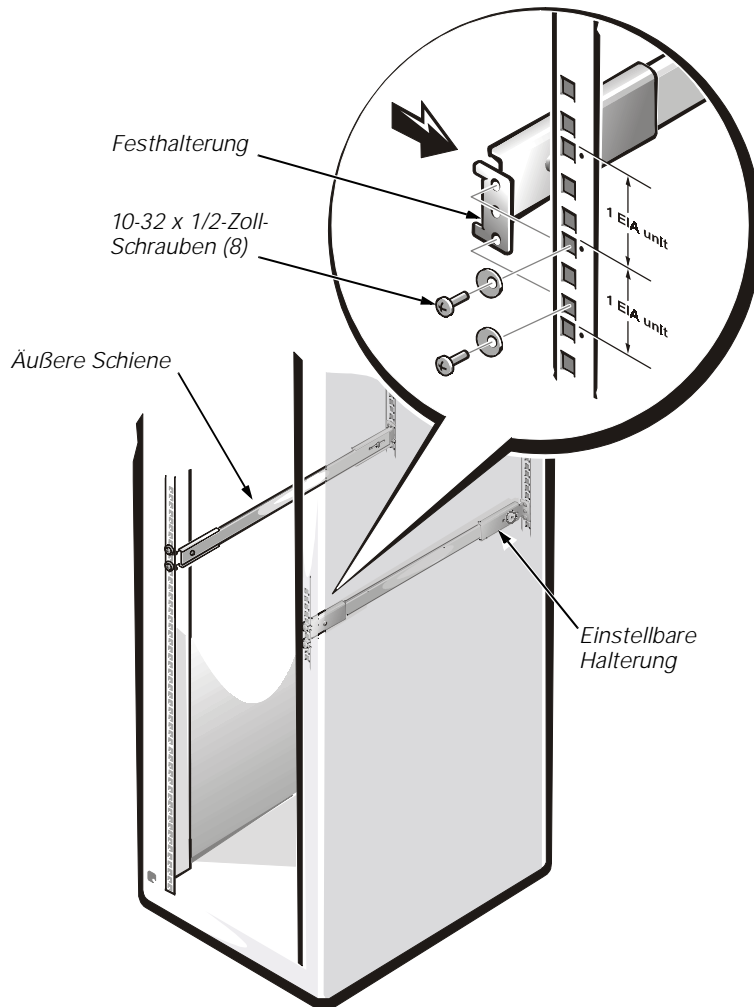

Abbildung 3-4. Die äußeren Schienen am Rack befestigen
Die Festhalterungen sind an der Vorderseite des Racks und die einstellbaren Halterungen an der Rückseite zu befestigen. Das obere Schraubenloch an jeder Halterung muß mit dem oberen Schraubenloch einer EIA-Einheit (Electronic Industry Association [Verband der elektronischen Industrie]) im Rack ausgerichtet werden. Neben dem oberen Schraubenloch einer EIA-Einheit befindet sich ein Punkt (siehe Abbildung 3-4).
2. Zum Befestigen jeder äußeren Schiene im Rack die vier 10-32 x 1/2-Zoll-Schrauben und die vier Kegelunterlegscheiben verwenden, wie in Abbildung 3-4 gezeigt.